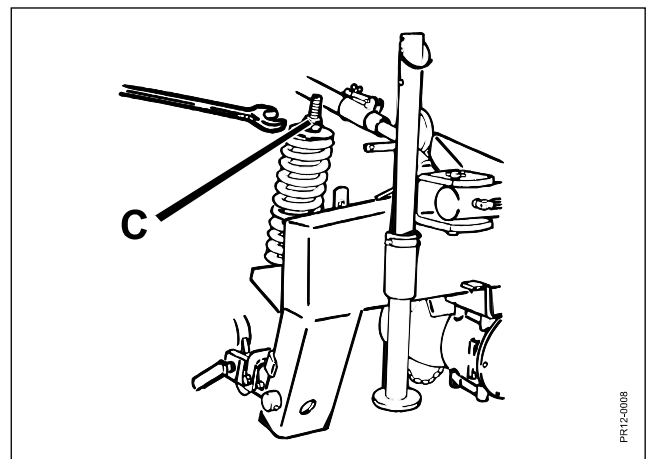

Fig. 2-15
- Fig. 2-15** Avlastningsfjädrarna justeras till önskad avlastning med hjälp av spindeln **C**.